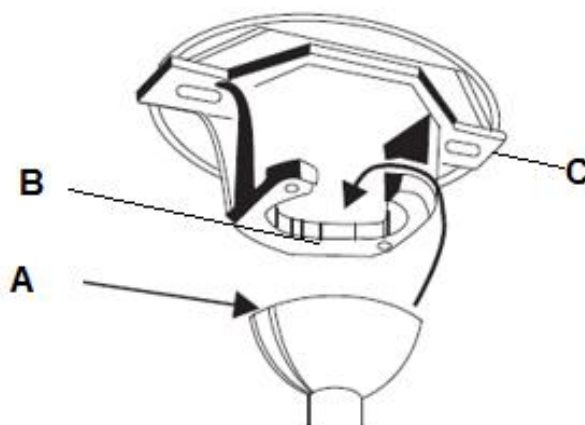

Fig. 10
FIJACIÓN DEL VENTILADOR AL TECHO (Fig. 10)
Levante el conjunto del ventilador sobre el soporte de montaje. Compruebe que la ranura de la llave (A) de la bola de colgado está ubicada en la clavija de la llave (B) del soporte de armado (C) para evitar que el ventilador gire cuando está en funcionamiento. **Fig.10**